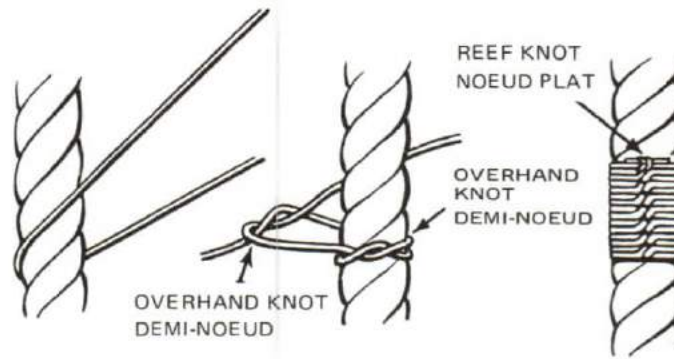

Figure 10-18
4. West Country Whipping is not such a neat job, but is suitable for use where rope is in water a good deal, and on nylon or polyester rope. It is also used to mark points on a wire that pass through blocks. See Figure 10-18.
4. La surliure à demi-clés n'est pas très élégante, mais elle convient aux cordages fréquemment immergés ainsi qu'aux cordages en nylon ou en polyester. On l'emploie aussi pour marquer un câble métallique qui passe par des poulies (voir la figure 10-18).